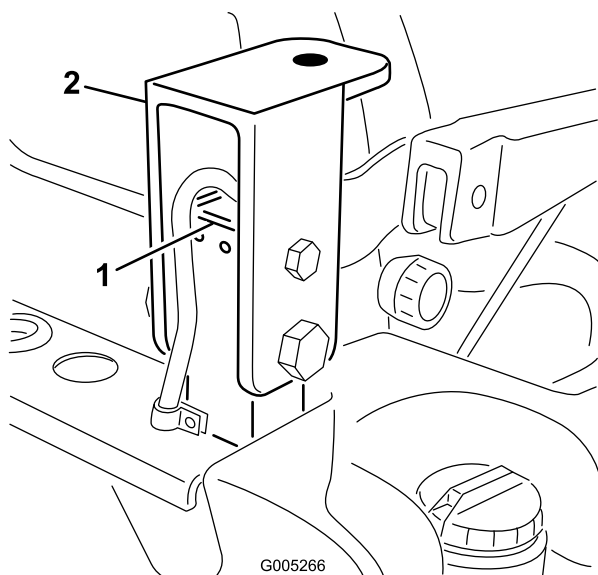

Figura 93
38. Retire los pernos y las tuercas que sujetan los soportes de montaje de la cabina a los postes del ROPS (Figura 93).